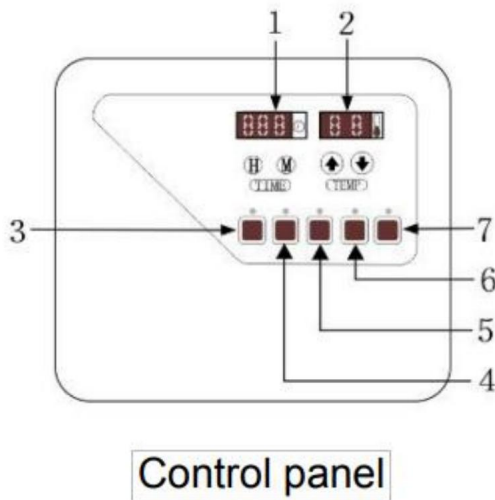

Abb. 3
2. Befestigen Sie die Platine mit Bolzen an der Wand direkt über den Saunaofen. Siehe Diagramm für Mindestabstand (siehe Abb. 3).